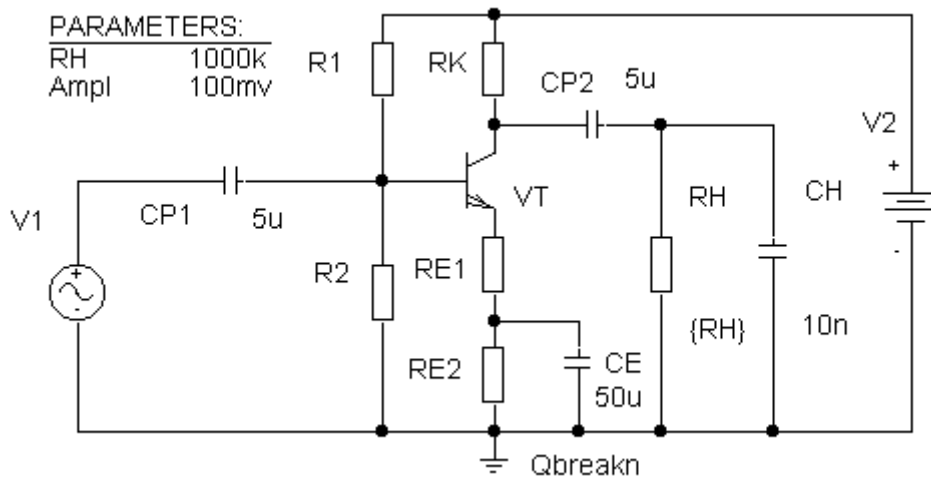

Рис. 1. Пример рабочей схемы каскада ОЭ с п-р-п-транзистором
1. В операционной системе «Windows» под управлением программы «Schematics» собрать схему в соответствии с заданием (пример для каскада ОЭ с *npr*-транзистором показан на рис. 1). Для этого: